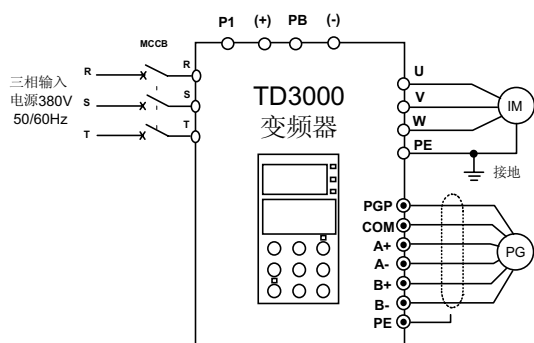

图4-16 基本运行配线图1
(1) 按图4-16配线，检查接线正确后，合上MCCB开关，变频器上电；
(1) 按图 4-16 配线，检查接线正确后，合上 MCCB开关，变频器上电；